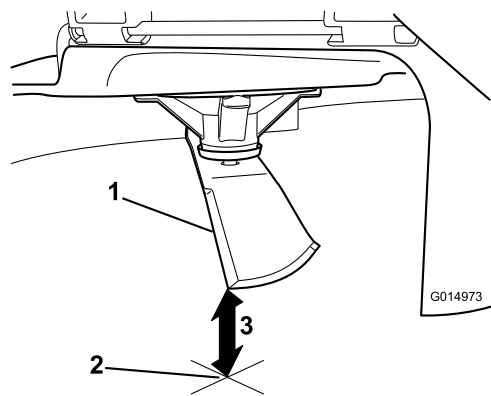

Figura 58
3. Mida desde la punta de la cuchilla hasta la superficie plana (Figura 58).